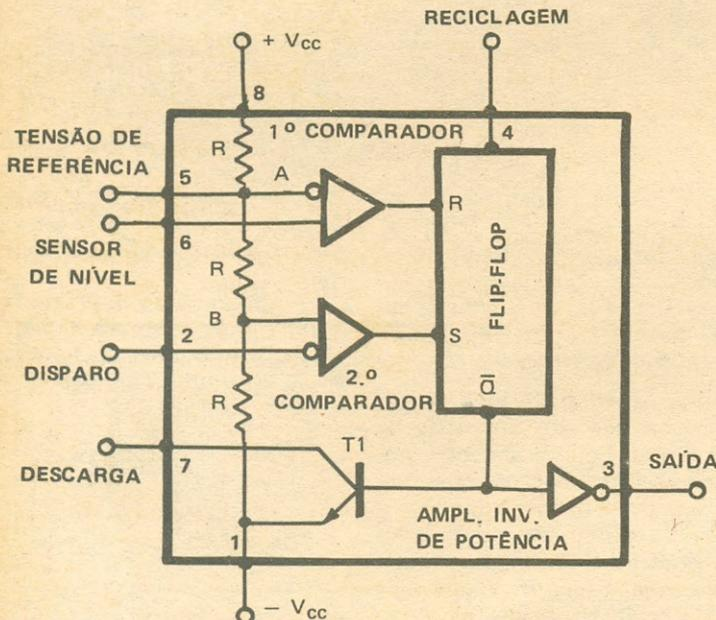
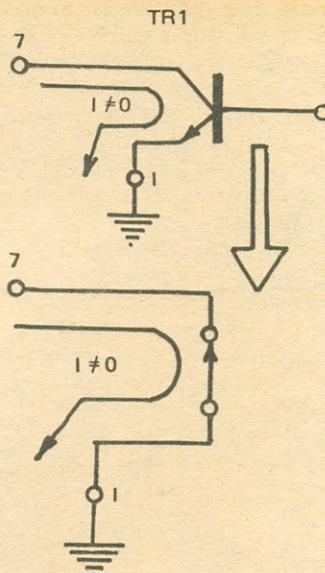

Fig. 3 - Diagrama em blocos do integrado 555.
Fig. 5 – C.I. em repouso \Rightarrow transistor TR1 conduzindo (saturação \Rightarrow equivalente a um interruptor fechado).
Internamente o integrado é constituído por dois comparadores de tensão, um transistor n-p-n, um biestável ("flip-flop"), um divisor resistivo para fornecer as tensões de referência para os dois comparadores e um amplificador inversor, cuja finalidade é aumentar a corrente de saída do integrado, tornando-o compatível com os integrados da família de tecnologia TTL como os de tecnologia CMOS (Fig. 3).
Vejam agora, em poucas linhas, o funcionamento do integrado; devemos recorrer sempre que necessário ao seu diagrama de blocos, apresentado na Fig. 3.
que a tensão (em relação ao pino 1 - terra) nos pontos (ou nós) A e B (Fig. 3) valerá, respectivamente, 10 V e 5 V, isto por duas simples razões:
2) são numericamente iguais as resistências dos resistores R indicados na Fig. 3 e, portanto, pela simples aplicação da conhecida Lei de Ohm...
– Veja você que a entrada "negativa" do segundo comparador de tensão está referenciada a 2/3 de V.C.C. (potencial do nó A – Fig. 3) e que o estímulo está sendo aplicado à sua entrada não-inversora...
– Mais ou menos isso! Ora, um pulso (ou estímulo) na entrada R do bistável faz com que ele recicle (retorno à condição de repouso) e, aí, a sua saída \bar{Q} passará do nível L para o nível H, levando à saturação o transistor "sobressalente" do C.I., cujo comportamento será aproximadamente igual ao exposto na Fig. 5, isto é, saída "descarga" com potencial praticamente nulo. Ainda de acordo com a Fig. 3, podemos afirmar que o nível alto da saída do FF provoca, graças ao estágio inversor de potência, o nível baixo na saída do integrado, caracterizando o estado de repouso do "bichinho".